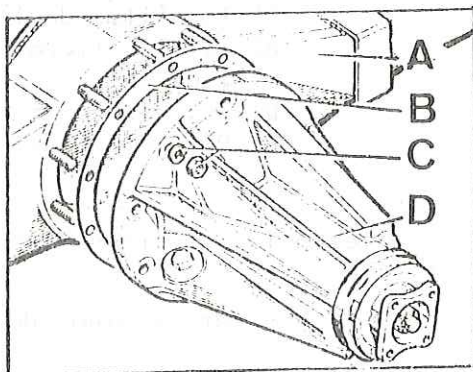

Fig. E -31 Diferencial
1.2. Desmontar el conjunto del diferencial (Fig. E -31).
2.1. Cubrir las dos caras de la junta, B (Fig. E -31) con grasa y acoplar esta junta y el porta-diferencial, D, al eje, apretando las tuercas a un par - de 3,25 mkg.